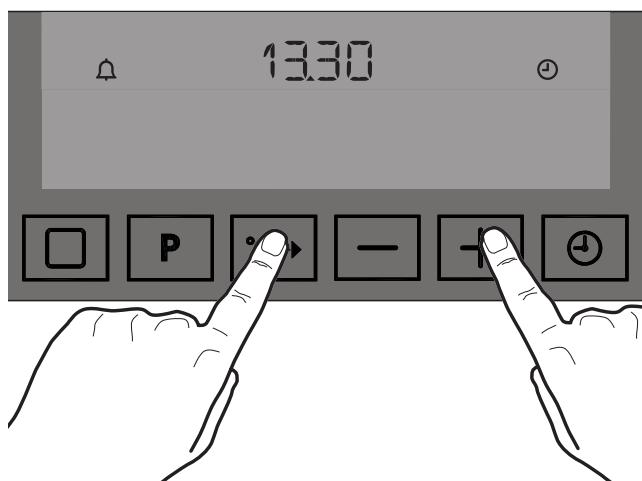

Рис. 23
1. Одновременно нажмите клавиши **↔** и **+** и держите их нажатыми в течение примерно 2 секунд (Рис. 23). Электронный контроллер подаст разовый звуковой сигнал.